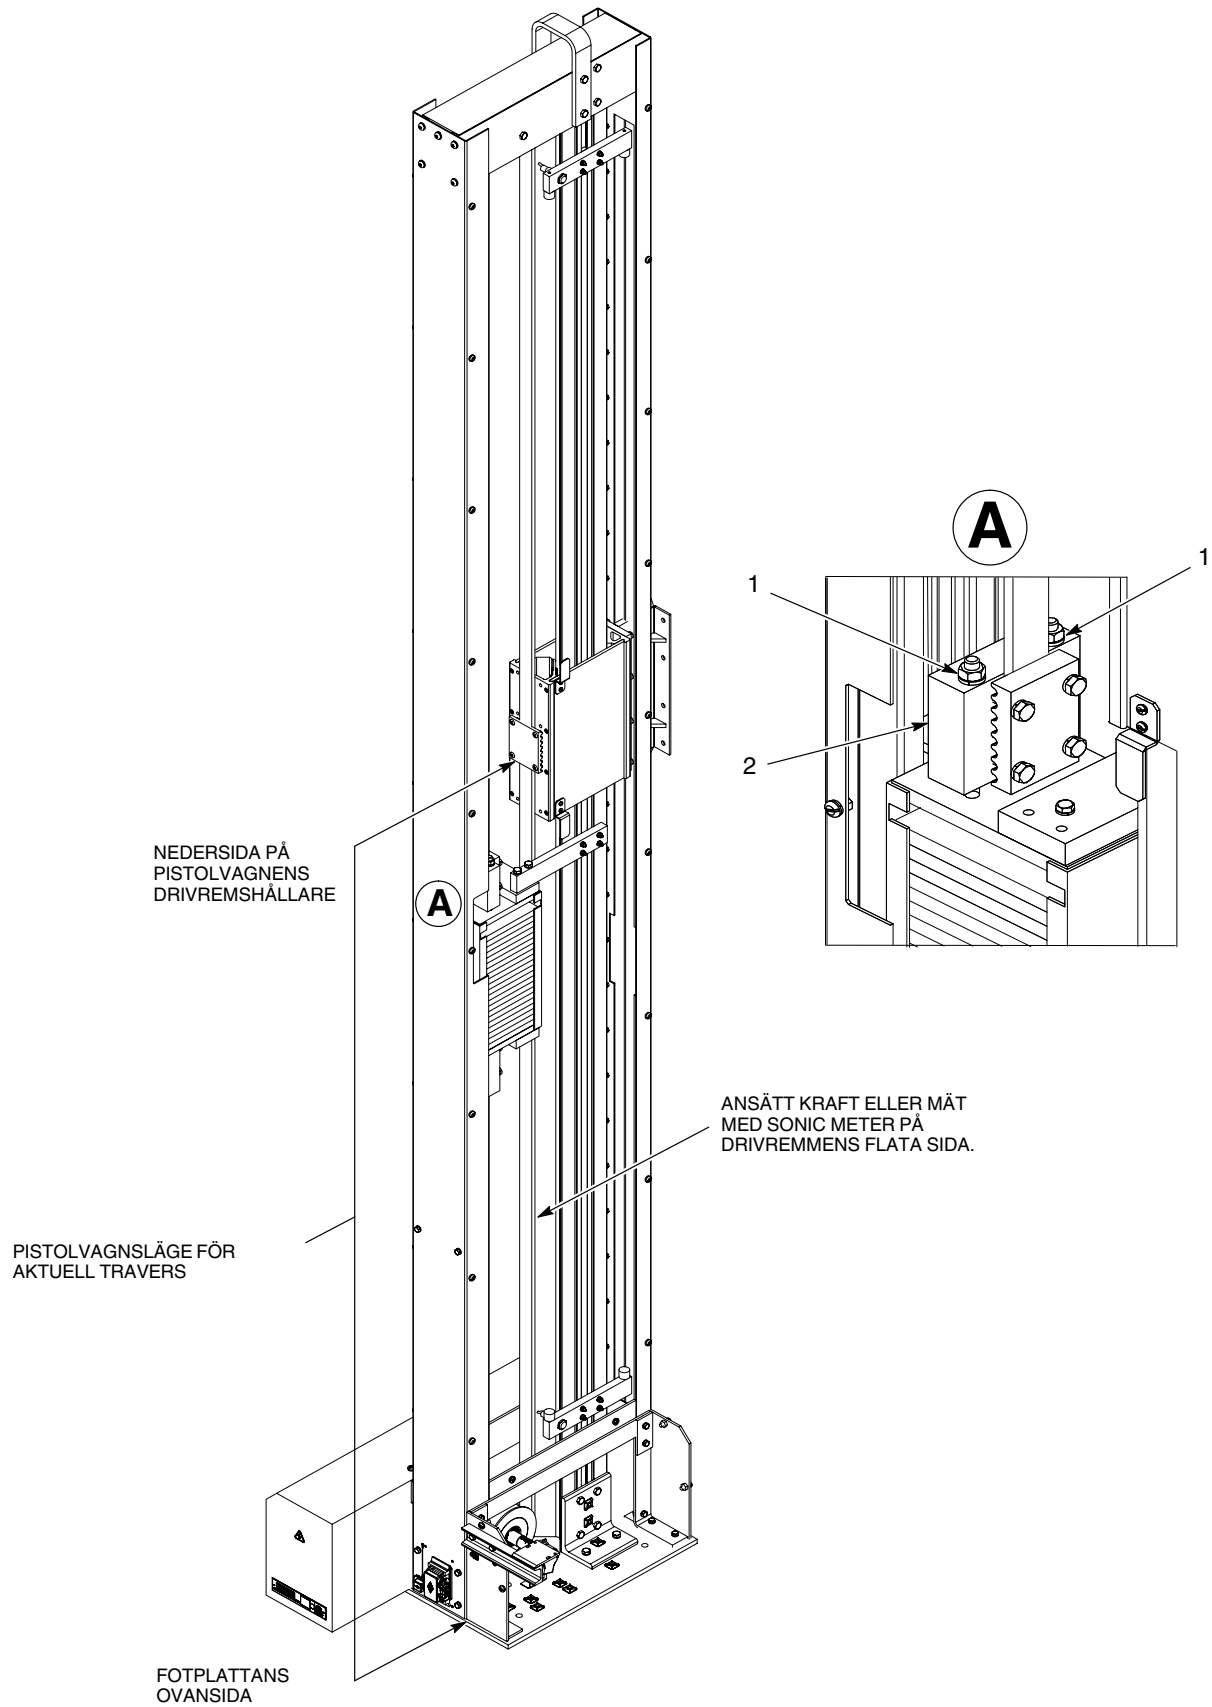

Bild 10 Justering av spännkraft i kuggrem
2. Se bild 10. Drag antingen åt, eller slacka med spännmuttrarna (1) på ovansidan av drivremshållaren (2), tills att korrekt värde erhålles.